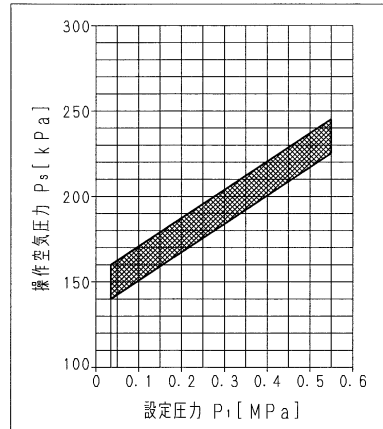

図1 所要操作空気圧力
- PCには図1(網掛範囲)に示す操作空気を供給してください。操作空気圧力は減圧弁等により常時一定としてください。